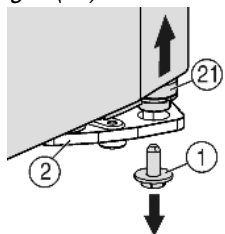
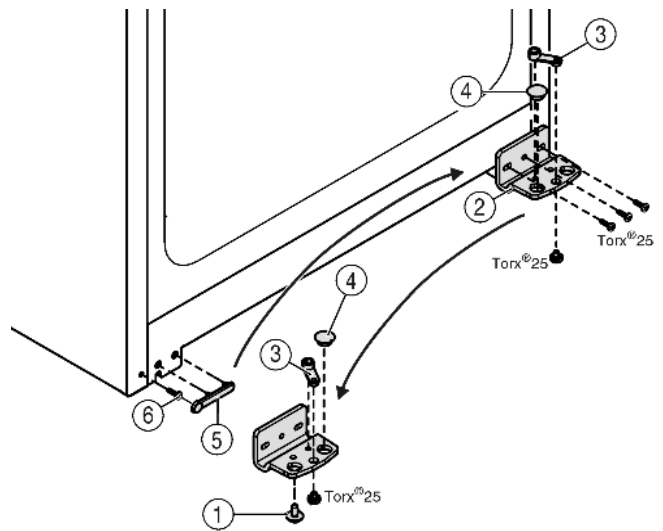

Fig. 6
Fig. 7
- ▶ Spodaj desno na ležajnem podstavku odvijte varovalne vijake Fig. 6 (1).
- ▷ Ležajni sornik Fig. 6 (21) se sneme iz ležajnega podstavka Fig. 7 (2).
- ▶ Če se ležajni sornik Fig. 6 (21) ne sneme, sornik potisnite od spodaj navzven.
- ▶ Odvijte ležajni podstavek Fig. 7 (2).
- ▶ Privijte ležaj Fig. 7 (3) in ga prestavite v nasprotno odprtino ležajnega podstavka, močno privijte.
- ▶ Čepe Fig. 7 (4) odstranite iz ležajnih podstavkov in jih prestavite v nasprotno odprtino ležajnega podstavka.
- ▶ Previdno dvignite pokrov Fig. 7 (5) na strani ročaja.
- ▶ Odvijte vijak Fig. 7 (6) in ga privijte na nasprotni strani aparata.
- ▶ Ponovno namestite pokrov Fig. 7 (5).
- ▶ Ležajni podstavek Fig. 7 (2) vstavite na novo stran s tečaji in s pomočjo akumulatorskega izvijača ponovno privijte (s 4 Nm).
- ▶ Varovalni vijak Fig. 6 (1) s spodnje strani privijte v ležajni sornik in zategnite (s 4 Nm).